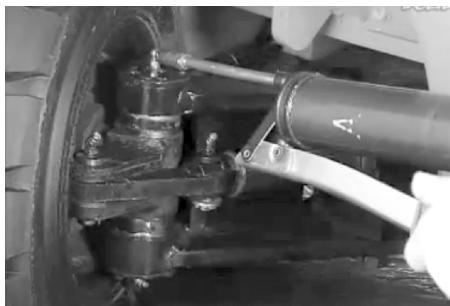

图 3-7 转向节加注润滑脂
3) 检查转向节, 探伤、检查润滑转向节销。润滑脂加注方法如图 3-7 所示。后转向桥架无明显弯曲、扭曲变形, 焊接处不许有裂纹, 如有开焊, 在经可靠的修复以前, 不得继